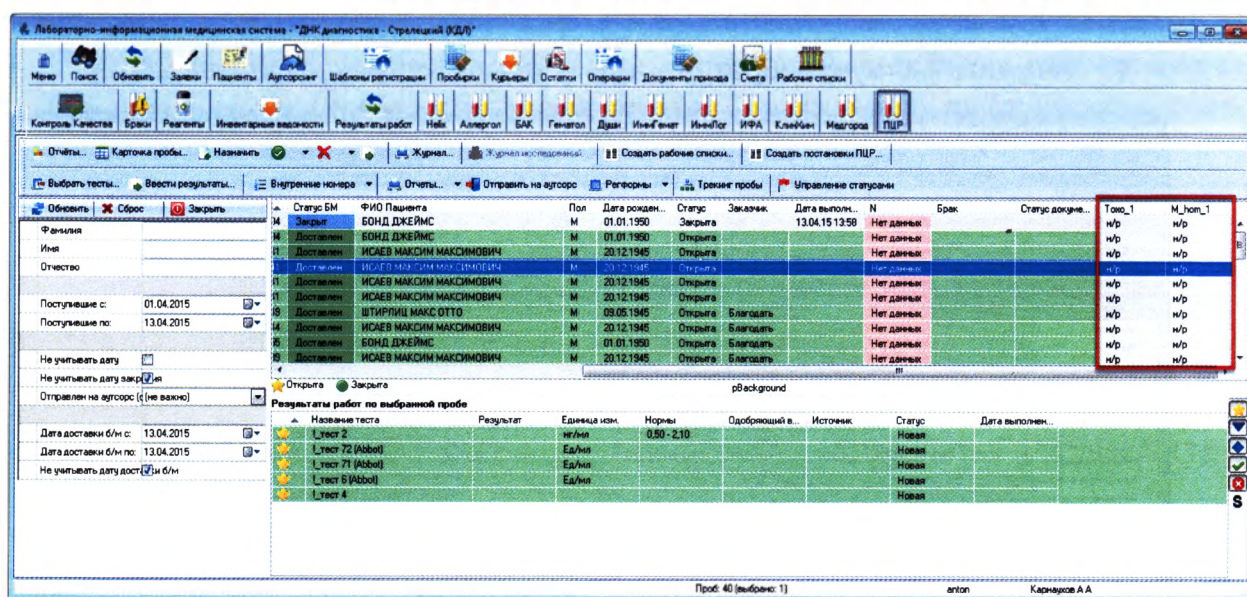

Рисунок 5.17
- В рабочий журнал добавятся колонки с выбранными работами (Рисунок 5.17):